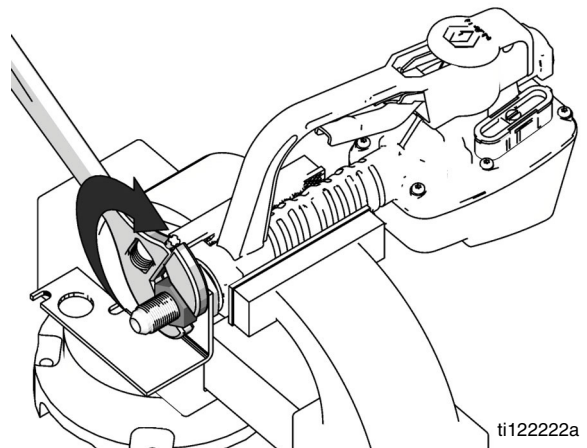

FIG. 9
- d. Vuelva a colocar el medidor en la prensa de tornillo. Use una llave de tuercas para ajustar la tuerca (11) (FIG. 9).